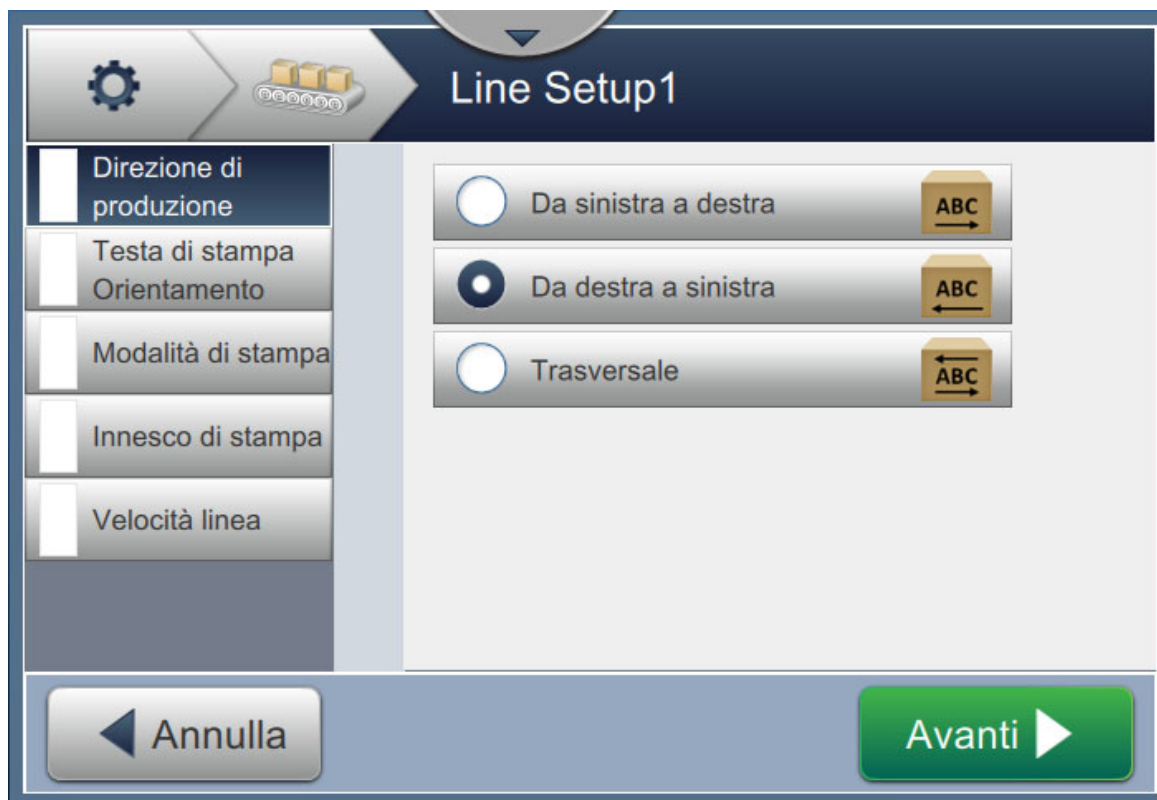

Figura 6-27: Impostazioni configurazione linea
4. Per impostare la configurazione della linea, seguire la procedura in ogni sua fase e selezionare l'opzione necessaria, come da Figura 6-27.
1. Toccare l'opzione *Direzione di produzione* nella schermata di configurazione della linea, come da Figura 6-27.